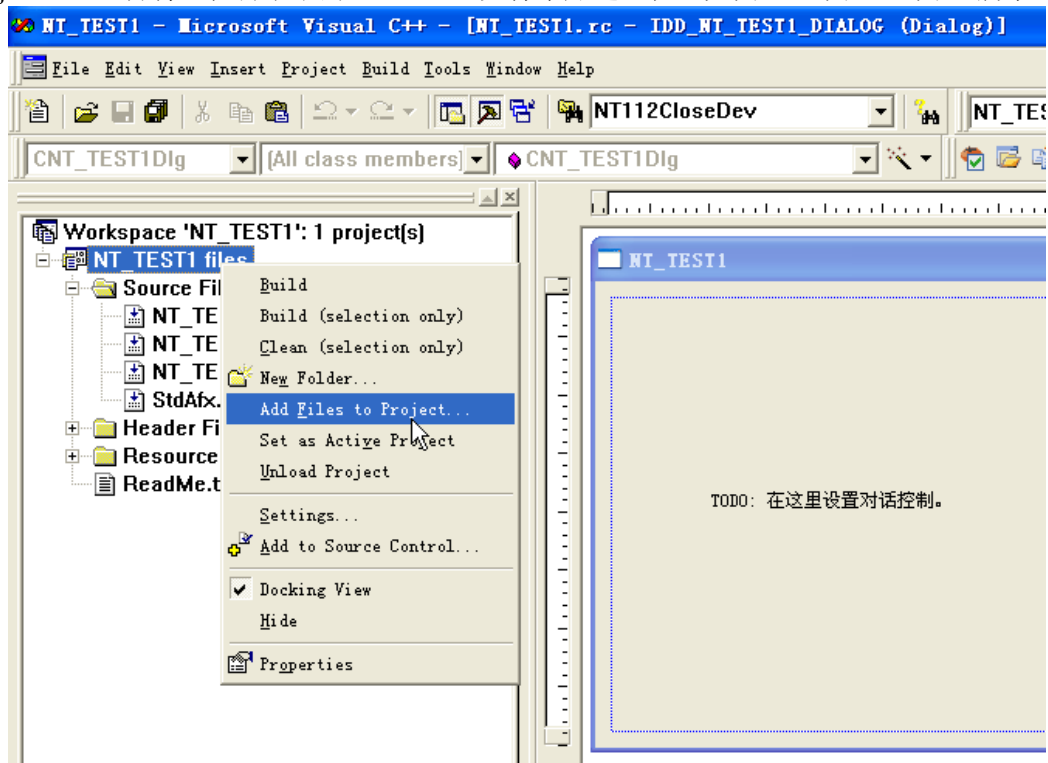
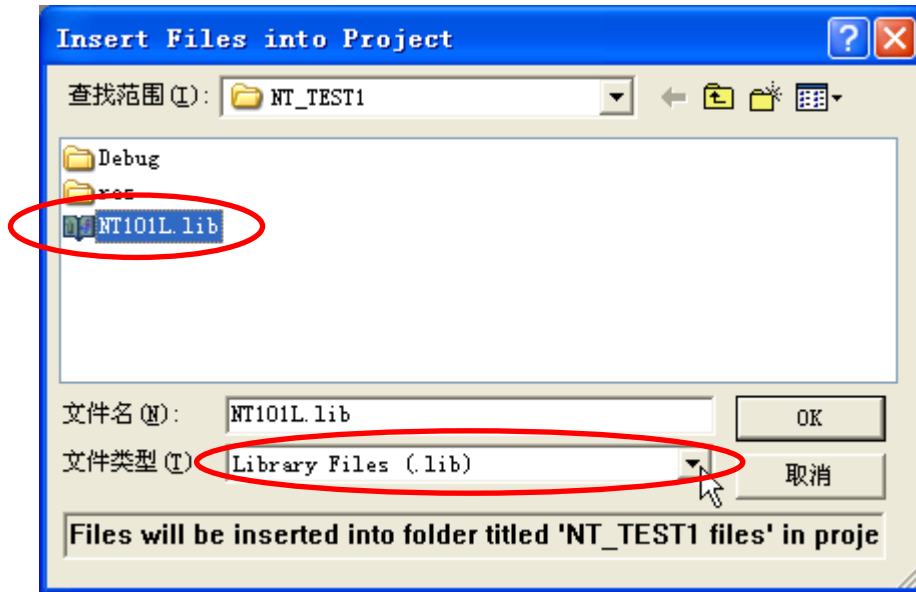
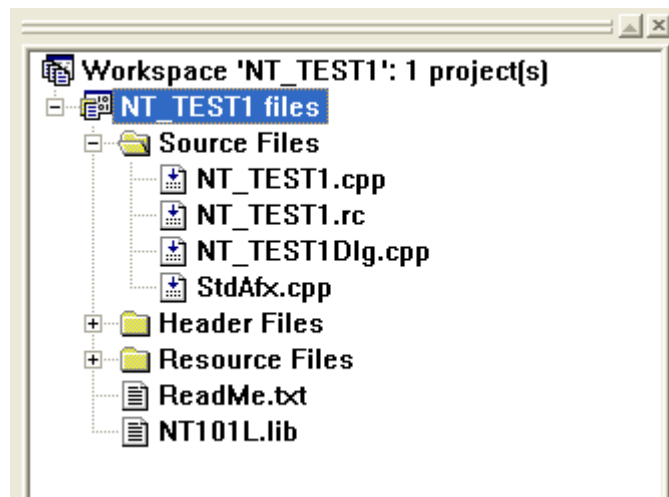

图 5.5 选择 Add Files to Project 子菜单
图 5.6 选择工程目录下的 NT101L.LIB 文件
图 5.7 添加 NT101L.LIB 文件后的 FileView 页面
(3) 在FileView页面中右击“NT\_TEST1 files”，在弹出的浮动菜单中选中“Add Files to Project...”，再将工程目录下的NT101L.lib文件添加进工程，如图5.5、图5.6、图5.7所示。